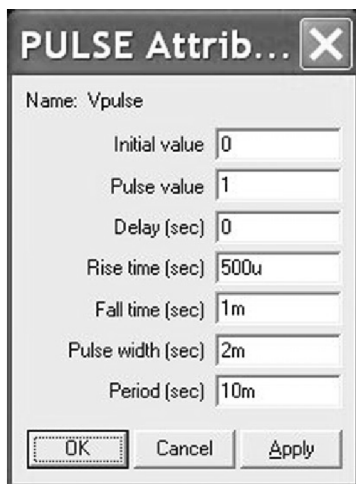

图 6.26 Vpulse 脉冲源设置
12. 如图 6.26 所示，选择 **Stimulus > New** 创建脉冲信号源，名称为 Vpulse，初始值为 0V，幅值为 1V，无初始延迟，上升时间为 500 μ s，下降时间为 1ms，脉冲宽度为 2ms，周期为 10ms。单击 OK 按钮对激励源进行保存，但是不要根据提示对原理图进行更新。点击 Exit 按钮退出激励源编辑器。